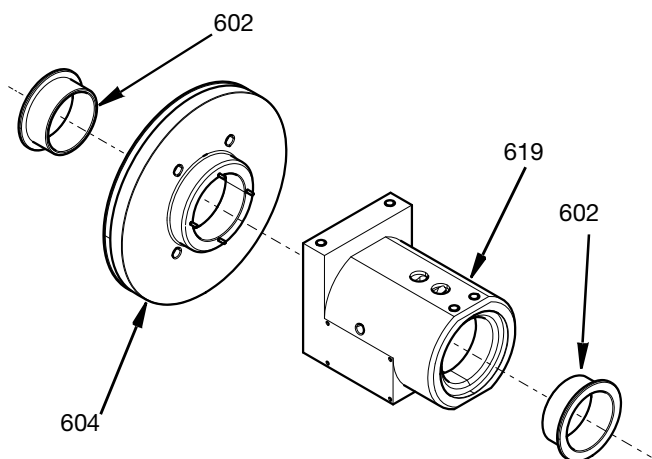

FIG. 21
1. Aplicar um lubrificante leve em todas as juntas e anéis de vedação antes de os colocar nas peças internas da caixa do suporte giratório. Inserir rolamentos de flange (602) na caixa do suporte giratório (619) e caixa de rolamentos (604). Consulte a FIG. 21.